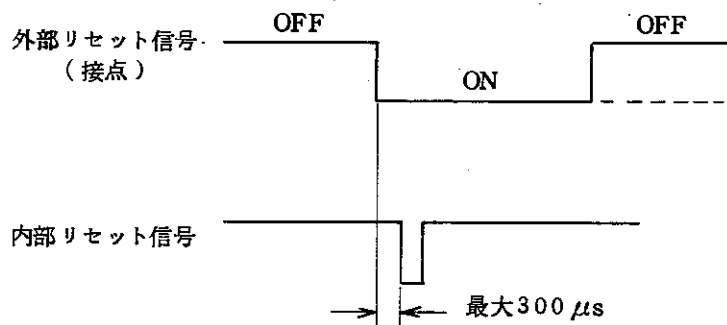

図 3-13 接点信号による外部リセット
- ① 接点信号による外部リセットは、図 3-13 に示すような接続で行ないます。この場合は、接点を閉じた瞬間にリセットがかかり、直ちに動作を開始します。（ただし、周期測定や時間間隔測定では、被測定信号が入力されるまで待機状態になっています。